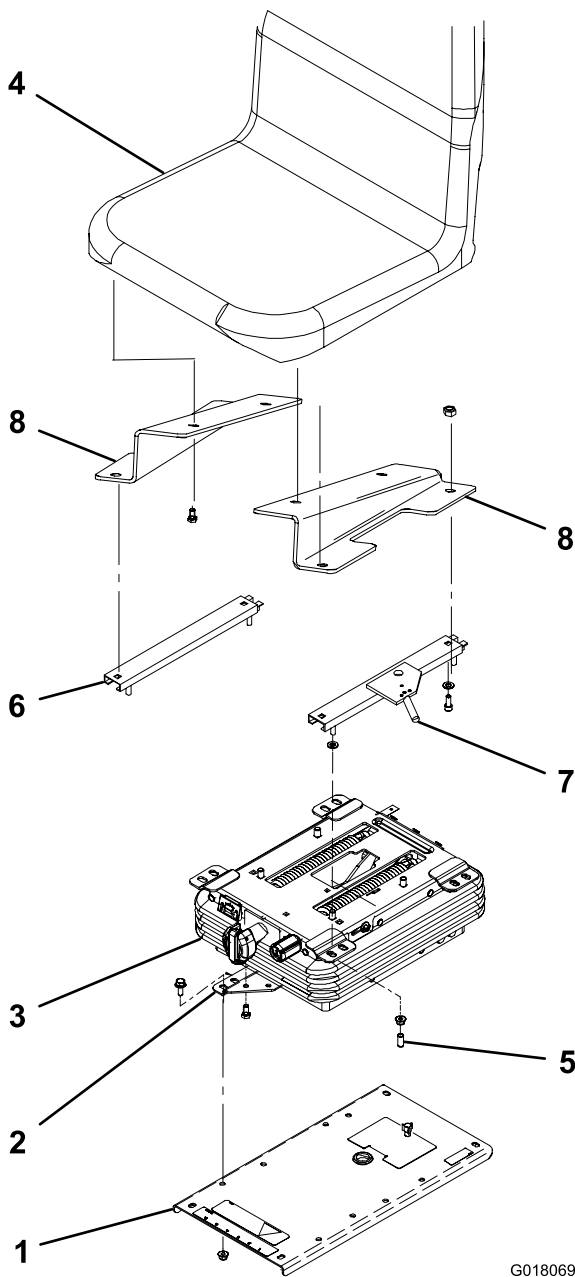

Figure 1
1. Fixez les pattes inférieures à la suspension du siège avec les (4) boulons fournis dans le kit (Figure 1).
2. Retirez les (4) boulons et écrous qui fixent le socle du siège au châssis du groupe de déplacement (Figure 1). Ne déposez pas le socle du siège.
3. Fixez les pattes inférieures et la suspension du siège au socle avec les (4) boulons et écrous fournis dans le kit (Figure 1).
4. Fixez les supports gauche et droit au siège avec (4) boulons (Figure 1). Les supports du siège doivent être montés de manière que les côtés surélevés se trouvent à l'avant du siège.
5. Fixez légèrement les dispositifs de réglage du siège aux supports du siège avec les (4) boulons, rondelles plates et écrous fournis dans le kit (Figure 1). Ne serrez pas. Le dispositif de réglage du siège sur lequel se trouve le levier de réglage doit être monté sur le support gauche.
7. Fixez les dispositifs de réglage supérieurs à la suspension du siège avec les (4) écrous fournis dans le kit (Figure 1). Insérez les capuchons en vinyle sur les goujons du siège. Serrez les fixations des dispositifs de réglage.
2. Fixez les pattes inférieures à la suspension du siège avec les (4) boulons fournis dans le kit (Figure 1).
3. Fixez les pattes inférieures et la suspension du siège au socle avec les (4) boulons et écrous fournis dans le kit (Figure 1). Utilisez la série de trous arrière dans le socle et la série de trous avant dans les pattes inférieures du siège.
4. Fixez les pattes supérieures au siège avec les (4) boulons, rondelles plates et écrous fournis dans le kit (Figure 1). Utilisez la série de trous avant du siège. La patte du siège sur laquelle se trouve le levier doit être monté sur le côté gauche du siège.
5. Fixez les pattes supérieures à la suspension du siège avec les (4) rondelles et écrous fournis dans le kit (Figure 1). Utilisez la série de trous arrière dans la suspension du siège. Les rondelles doivent être placées entre les pattes et la suspension du siège. Insérez les capuchons en vinyle sur les goujons du siège.